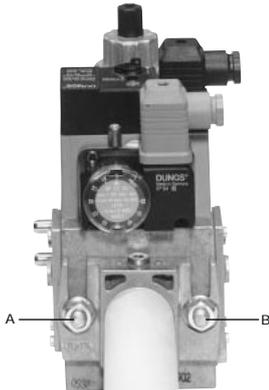
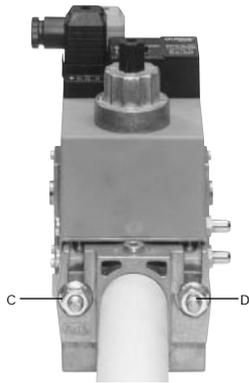
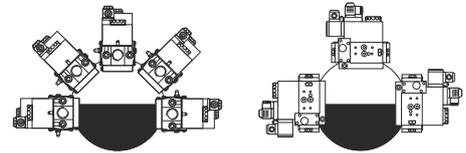

Fig. 4
Fig. 5
Fig. 7
3. stringere le viti A, B, C e D (Fig. 4 - Fig. 5), rispettando le posizioni di montaggio (Fig. 7);